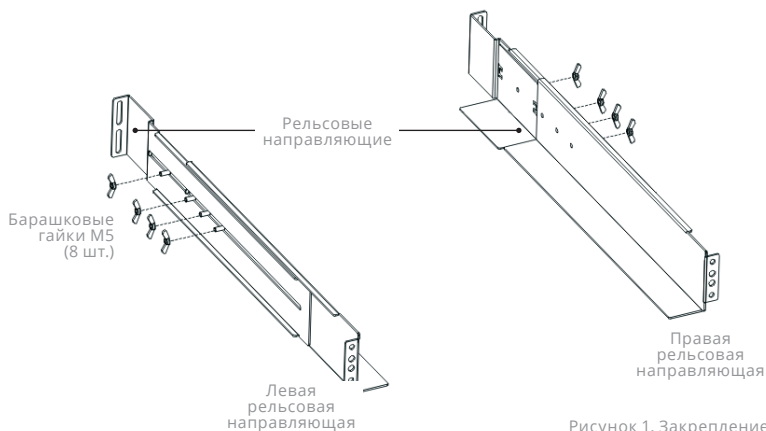

Рисунок 1. Закрепление реек
- c. Затяните четыре гайки M5 зонтичного типа со стороны направляющей в сборе (см. Рис. 1).